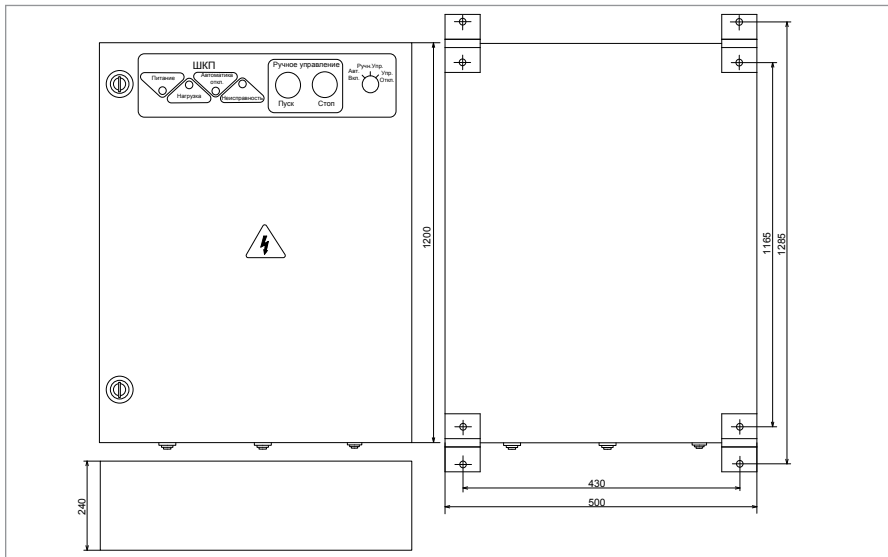

Рисунок 43. Внешний вид, габаритные и установочные шкафа контрольно-пускового «ШКП-250», «ШКП-110 с УПП»
1. Наметьте на стене места для четырех установочных отверстий в соответствии с габаритным чертежом (см. Рисунок 43).